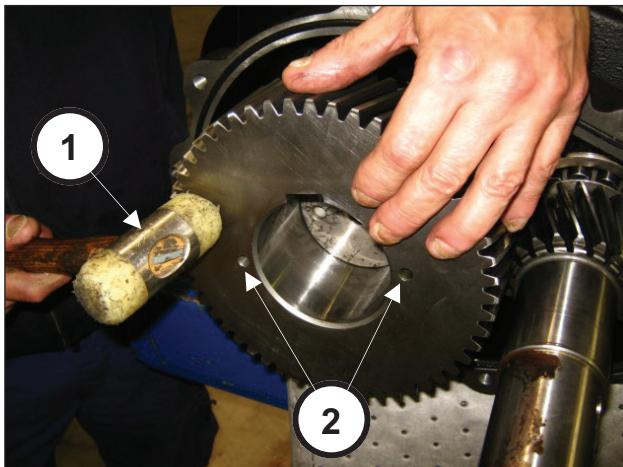
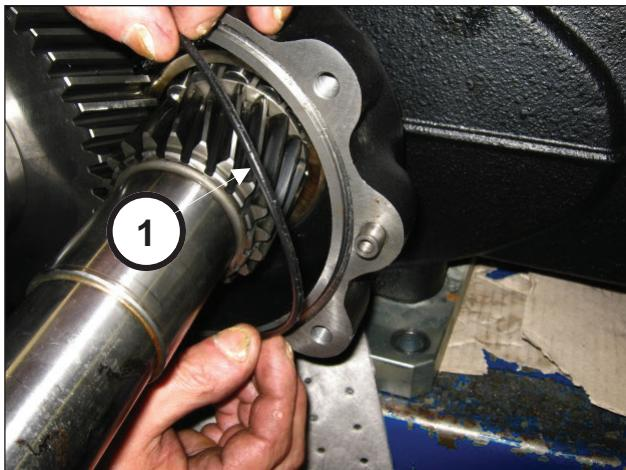

Fig. 70
Fig. 71
Colocar las 2 clavijas Ø10x24 a la caja del reductor (pos. ①, Fig. 70) e introducir la junta tórica (pos. ②, Fig. 71).